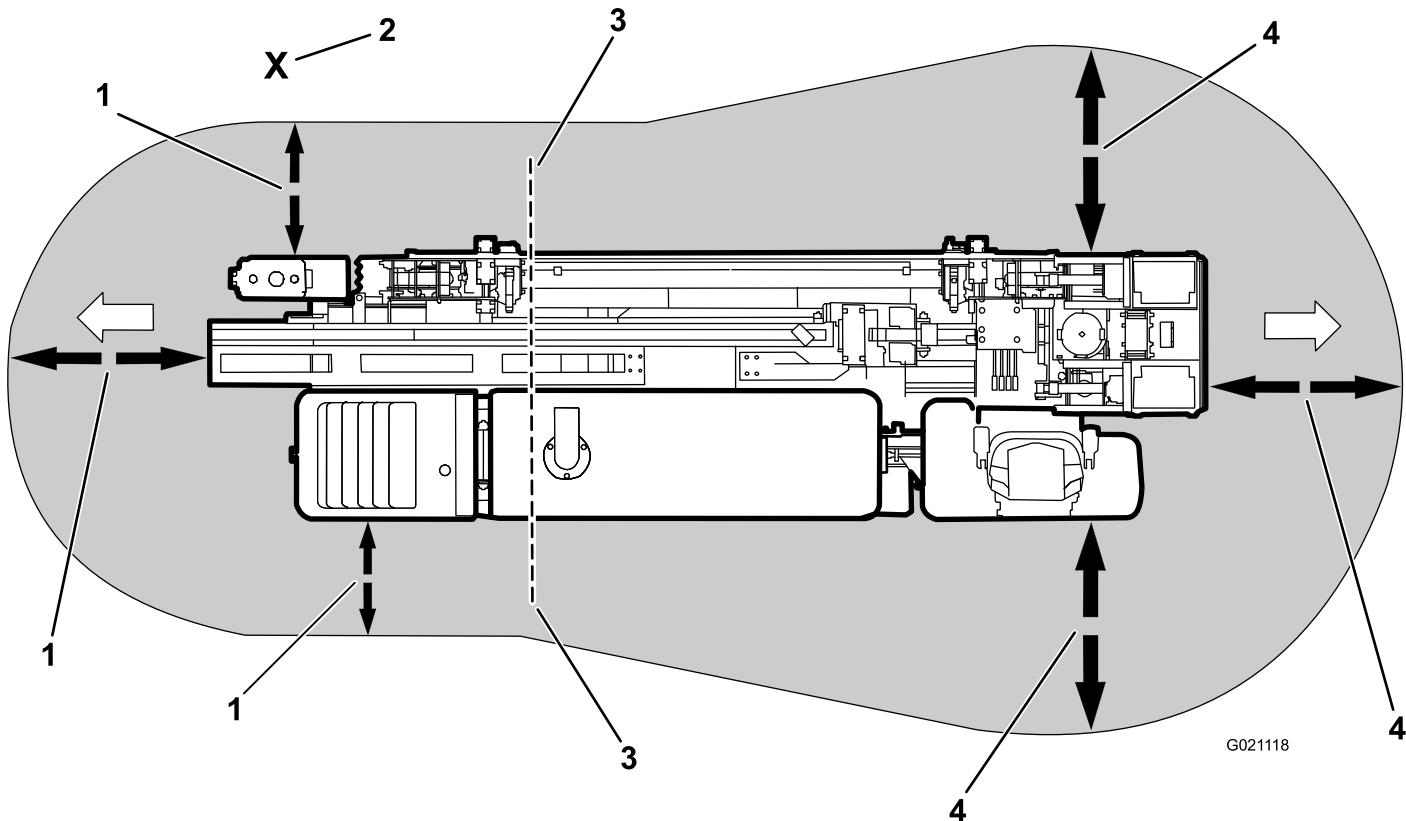

Рисунок 3
- Управляя машиной с помощью подвесного пульта дистанционного управления движением, держитесь на безопасном расстоянии от машины (0). (Рисунок 3).